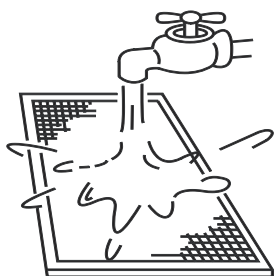

Fig. 5-14
- Ao usar água limpa, o lado da entrada de ar deve estar voltado para baixo. (Consulte a Fig. 5-14)